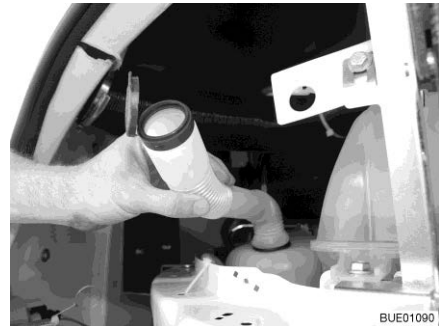

Bild 43 Påfyllningsöppning i påfyllningsläge
- Vrid den böjliga slangens så att påfyllningsöppningen pekar uppåt (Bild 43).